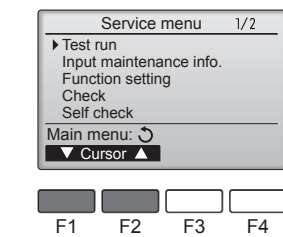

Fig. 6-3
③ [F1] veya [F2] düğmesi ile "Test run" (Çalışma testi) ögesini seçin ve düğmesine basın. (Fig. 6-3)